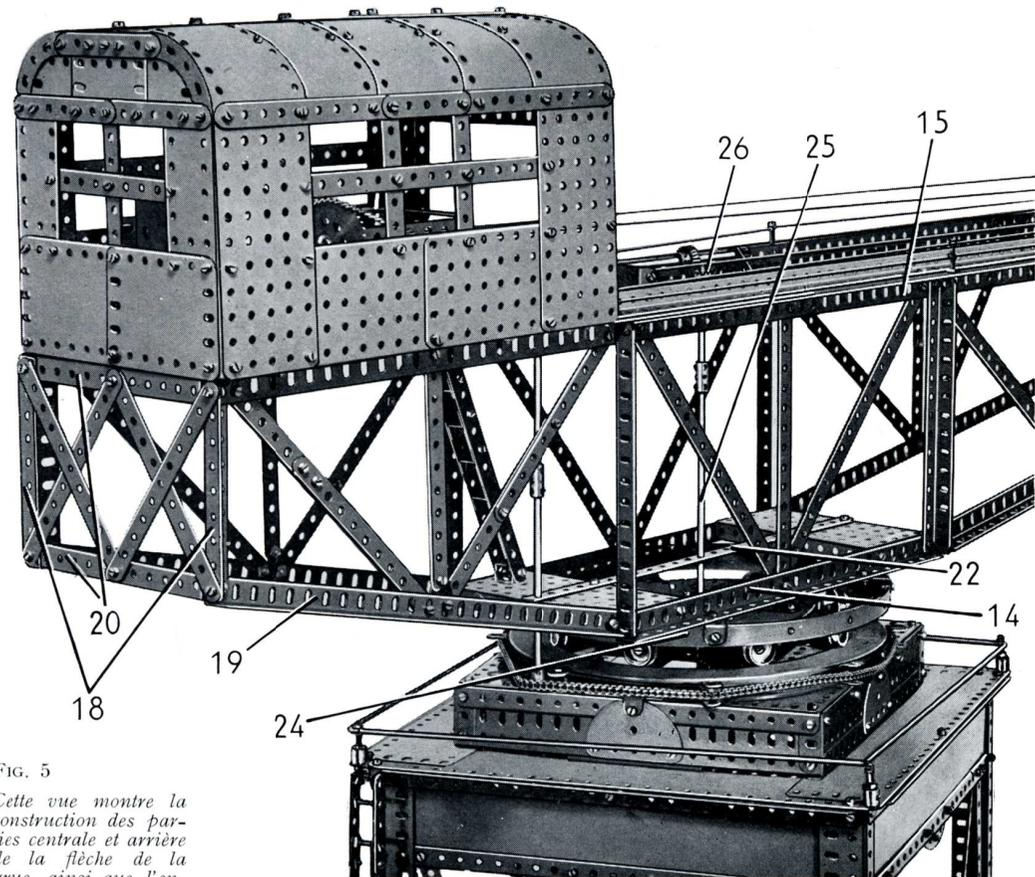
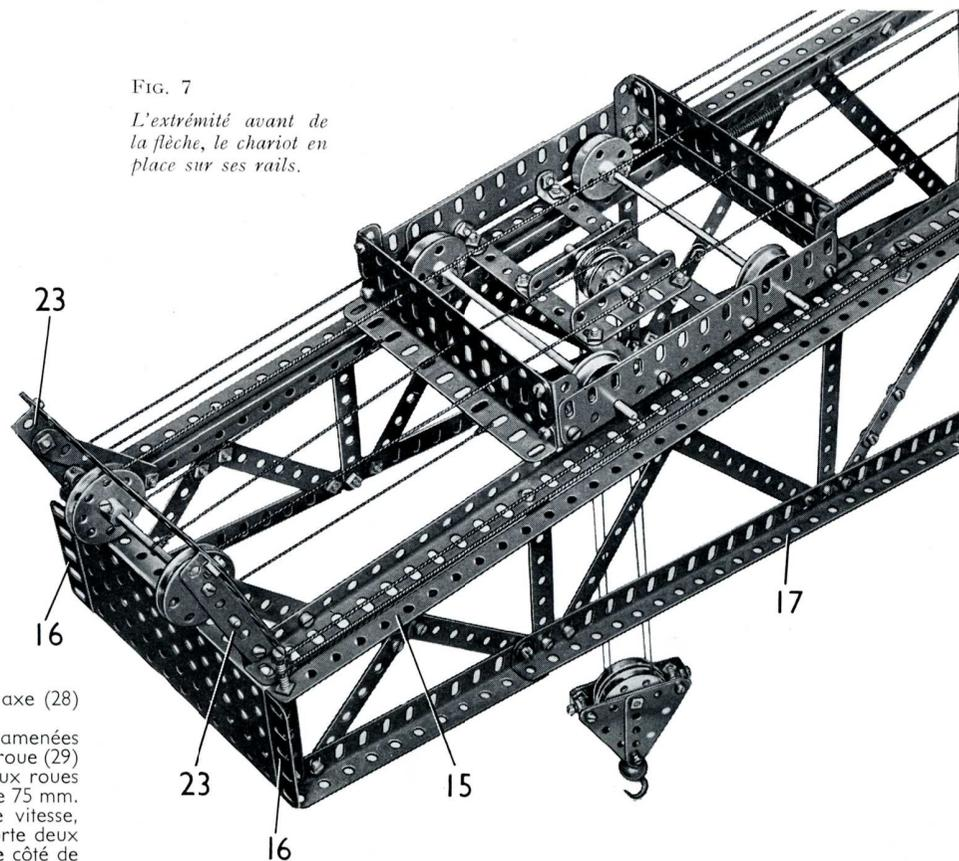

FIG. 5
FIG. 7
La partie centrale de chaque longeron principal de la flèche est constitué par une cornière de 25 trous (14) (fig. 5) qui porte à chaque extrémité une cornière de 15 trous verticale, et au centre une bande de 15 trous. Les cornières et la bande de 15 trous sont réunies au sommet par une poutrelle (15) faite d'une cornière de 49 trous qui recouvre une cornière de 37 trous sur trois trous, tandis qu'une autre cornière de 37 trous recouvre la première sur 13 trous. A l'avant, une cornière de 5 trous (16) (fig. 7) est boulonnée sur la poutrelle (15) et elle est réunie à la cornière (14) par une poutrelle (17) faite d'une cornière de 49 trous et d'une de 11 trous qui se recouvrent sur un trou, et qui est réunie à l'avant de la cornière (14) par un support plat. Une cornière de 9 trous (18) est fixée à l'extrémité arrière de la poutrelle (15), et à son extrémité inférieure est boulonnée une cornière de 25 trous (19). Cette dernière est réunie à l'extrémité arrière de la cornière (14) par un support plat. Les longerons principaux de la flèche sont réunis à l'arrière par deux bandes coudées de 140×12 mm. (20), et deux plaques à rebords de 14×6 cm. sont boulonnées entre les extrémités des cornières (14). A l'avant, une plaque à rebords de 14×6 cm. est fixée entre les cornières (16). Quatre plaques sans rebords de 14×9 cm. sont fixées ensemble par paires par leurs grands côtés, et sont montées aux extrémités arrière des poutrelles (15) de façon à former le plancher de la cabine.
et une de 11,5 cm. réunies par un accouplement. Cet axe passe dans une bande (42) faite d'une bande de 11 trous et d'une de 9 trous boulonnées l'une sur l'autre, et dans l'une des plaques à rebords de 14×6 cm. fixées entre les cornières (14). L'axe porte à son extrémité inférieure une roue de chaîne de 18 dents reliée par une chaîne Galle à la couronne de 25 cm. (8) comme le montre la figure 5.
La partie inférieure du côté de la cabine qui apparaît sur la figure 5 est constituée par deux plaques sans rebords de 11,5×6 cm. et par une plaque sans rebords de 14×6 cm. placée verticalement à chaque extrémité. Les plaques verticales sont réunies au sommet par deux bandes de 11 trous et une de 5 trous. Le côté qui apparaît sur la figure 1 est constitué par deux plaques sans rebords de 14×6 cm. et par une plaque sans rebords de 6×6 cm., tandis qu'une plaque flexible de 14×4 cm. est placée verticalement à chaque extré-